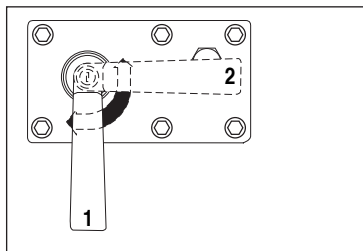

Figura 5
(Véase Figura 5)
3. Gire la manivela de la válvula de control a la posición de retracción ("2") (consulte la Figura 5 para ver las posiciones de la manivela de la válvula).